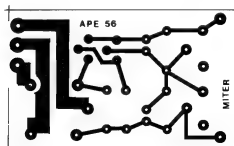

Fig.3
- **FIG. 3 - LAY OUT DO CIRCUITO IMPRESSO ESPECÍFICO** - Propositamente (como se trata de uma aplicação nitidamente "industrial"...), evitamos "excesso de miniaturização", de forma a enfatizar a robustez e a facilidade de eventual manutenção ou adaptação... Não faria nenhum sentido, para as funções pretendidas, uma montagem super-hiper-miniaturizada, para ser instalada junto a um maquinário do tamanho de um carro, e pesando centenas de quilos... De todo modo, nem por isso "leiautamos" o padrão de ilhas e pistas de forma exageradamente ampla, procurando uma compactação que atende apenas à praticidade e a uma certa "elegância" de instalação... A figura, em escala 1:1 (tamanho natural) mostra, em negro, as áreas cobreadas, devendo o Leitor observar que as pistas necessárias aos caminhos de alta Corrente (entre os contatos de utilização do relé incorporado, e os terminais de Saída do **MITER**...) são obrigatoriamente mais "taludas", justamente devido ao regime de Potência relativamente "bravo"